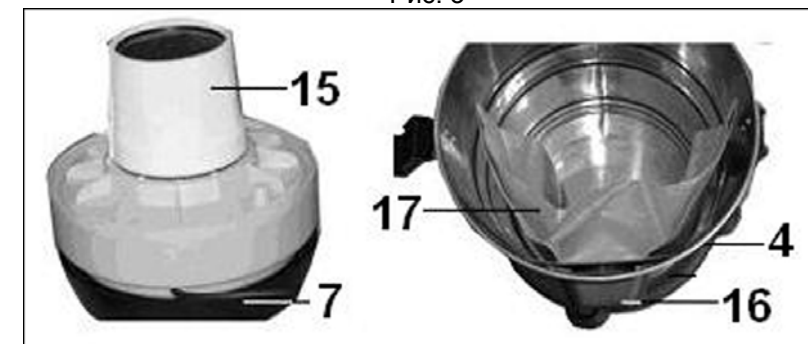

Рис. 4
(Рис. 4) Всегда следите за заполнением мешка (17) и заменяйте его по мере наполнения (см. раздел 11.).
При влажной уборке (всасывание воды) разрешается устанавливать только фильтр полиуретановый (15) (Рис. 4).
Вода всасывается и накапливается в баке (4) (Рис. 2). Как только уровень воды в баке (4) превысил максимально допустимое значение, предохранительный клапан (12) (Рис.4) перекрывает всасывающее отверстие, и всасывание прекращается. Это можно понять по изменению звука работающего пылесоса. При этом, немедленно выключите пылесос. После работы всегда сливайте воду из бака (4) (Рис. 2), просушивайте пылесос. Перед работой всегда проверяйте (при отсоединенном шнуре питания от розетки электросети) предохранительный клапан (12) на свободное перемещение в корпусе фильтра (13) (Рис. 4).
- Не дожидаясь полного заполнения бумажного фильтр - мешка (17) (Рис. 4), меняйте его по мере заполнения. Чрезмерное заполнение мешка ведет к снижению производительности пылесоса, поэтому контролируйте заполнение фильтр - мешка (17), учитывая свойства всасываемого мусора;
- Снять и промыть чистой водой фильтр полиуретановый (15) (Рис. 4), после чего обязательно высушить его;